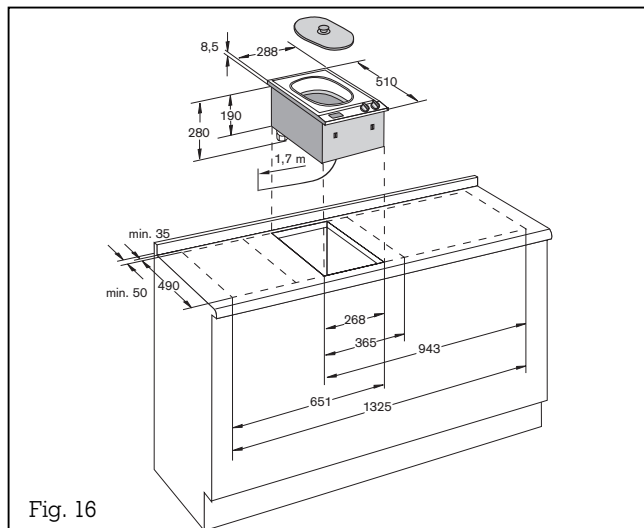

Fig. 16
– **Réalisez la découpe dans votre plan de travail pour un ou plusieurs appareils Vario.** Pour ce faire, basez-vous sur le schéma de pose et le tableau des cotes. Ce dernier indique l'encombrement de la barrette de jonction entre les appareils. **Important !** L'angle entre la surface de coupe et le plan de travail doit être de 90° (fig. 16).